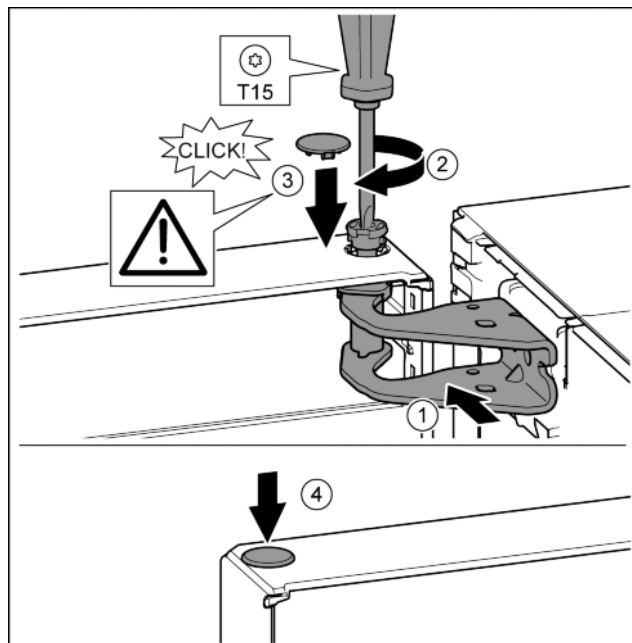

Fig. 22
- Orienter la porte en haut pour l'ouverture dans le support de palier. *Fig. 22 (1)*
- Poser le boulon et le visser avec un tournevis T15. *Fig. 22 (2)*
- Monter le cache de sécurité pour sécuriser la porte : Mettre en place le cache de sécurité et contrôler s'il repose sur la porte. Sinon, enfoncer à fond le boulon. *Fig. 22 (3)*
- Mettre le bouchon en place. *Fig. 22 (4)*